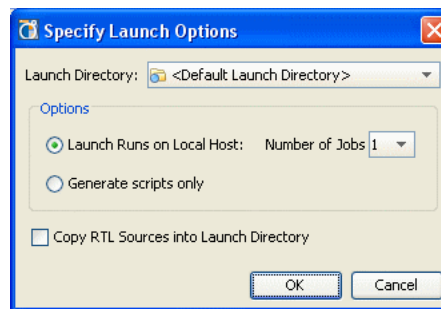

図 9-5： [Specify Launch Options] ダイアログ ボックス
- [Launch Options]：追加の起動オプションを選択します。図 9-5 は、[Specify Launch Options] ダイアログ ボックスを示しています。